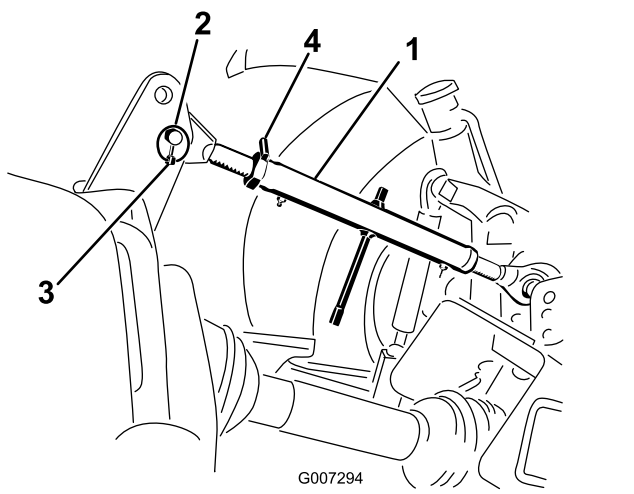

Figura 8
1. Collegate l'attacco superiore al foro inferiore nella staffa e fissatelo con il perno d'attacco e l'acciarino (Figura 8).
3. Ruotate l'attacco superiore per serrarlo. Regolatelo fino a quando la parte anteriore del telaio dell'arieggiatore non si trova a 90° dalla posizione orizzontale (Figura 8).